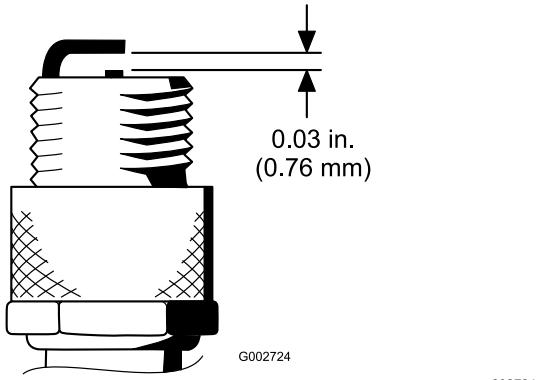

Figura 50
4. Impostate la distanza tra il centro e il lato degli elettrodi a 0,76 mm (Figura 50).